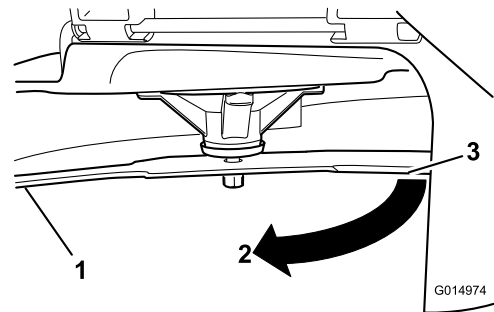

**Figure 53**
2. Enfilez des gants épais ou utilisez une autre protection adéquate pour les mains, et faites tourner la lame lentement jusqu'à une position permettant de mesurer la distance entre le tranchant et la surface plane sur laquelle se trouve la machine (Figure 53).